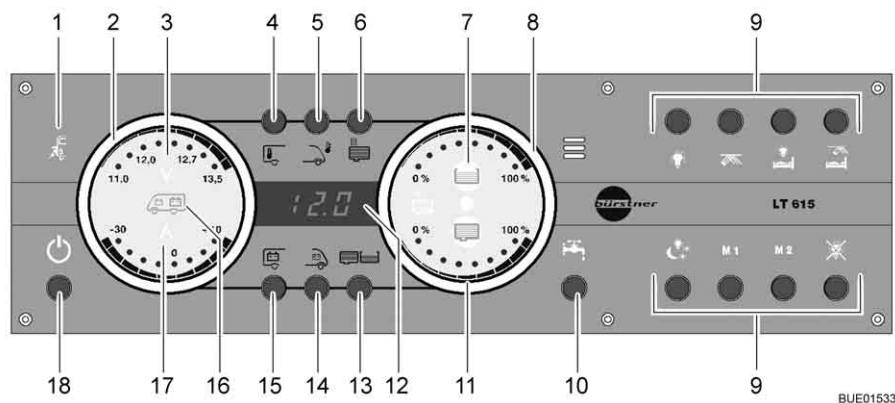

Bild 154 Panel LT 615
230 V-kontrollampan (Bild 154,1) lyser när nätspänningen ligger på el-blockets ingång. Batterierna laddas.
Med huvudbrytaren 12 V (Bild 154,18) kopplas panelen och bodelens 12 V-försörjning till eller från.
- Tryck kort på knappen 12 V-försörjning (Bild 154,18). 12 V-försörjningen för bodelen är påslagen. Kontrollampan "12 V" lyser.
- ▷ Efter aktivering av försörjningen: om lysdioden "11,0" för voltindikeringen samt symbolen volt "V" (Bild 154,3) på indikeringsinstrumentet för batterierna (Bild 154,2) blinkar är bodelsbatteriets spänning för låg. Ladda batteriet.
- ▷ Efter aktivering av försörjningen: om kontrollampan "12 V" och symbolen volt "V" (Bild 154,3) blinkar tre gånger är batterifrånkopplingen aktiverad. Avaktivera batterifrånkopplingen.
- ▷ När panelen är urkopplad och symbolen "V" (Bild 154,3) blinkar rött är batteriet urladdat. För att skydda batterierna mot att laddas ur helt går panelen då inte att koppla in. Ladda batterierna så snart som möjligt.
- Tryck kort på knappen 12 V-försörjning (Bild 154,18). 12 V-försörjningen för bodelen är avstängd. Kontrollampan "12 V-försörjning" slocknar.
- Tryck på knappen bodelsbatteri (Bild 154,15) och håll den intryckt i ca 10 sekunder. Symbolen volt "V" (Bild 154,3) och kontrollampan "12 V" blinkar tre gånger. Bodelsbatteriet är frånkopplat från 12 V-nätet.
- Tryck på knappen 12 V-försörjning (Bild 154,18) och håll den intryckt i ca 5 sekunder. Symbolen volt "V" (Bild 154,3) och kontrollampan "12 V" blinkar tre gånger. Bodelsbatteriet är anslutet till 12 V-nätet. Kontrollampan tänds efter ca 5 sekunder.
- Tryck på knappen bodelsbatteri (Bild 154,15). Symbolen volt "V" (Bild 154,3) lyser. Symbolen ampere "A" (Bild 154,17) lyser vitt eller rött beroende på laddning eller urladdning. Bodelsbatteriets spänning och ström visas via lysdioderna på indikeringsinstrumentet. Bodelsbatteriets återstående kapacitet visas på displayen i procent.
- Tryck på knappen startbatteri (Bild 154,14). Symbolen volt "V" (Bild 154,3) lyser. Startbatteriets spänning visas via lysdioderna på indikeringsinstrumentet.
- Tryck på knappen tank (Bild 154,13). Symbolerna vattentank (Bild 154,7) och avloppstank (Bild 154,11) lyser. Nivån i vattentanken (övre skala) och i avloppstanken (nedre skala) visas via lysdioderna på indikeringsinstrumentet.